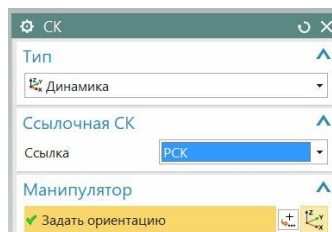
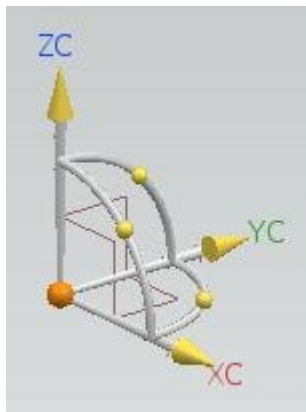

рис.7
рис.8
- Способ ориентации **Динамика** (рис.7) сразу же устанавливает на изображение РСК специальную триаду желтых, объемных осей и дуг (рис.8). Если вы «зацепите» курсором стрелку какой-либо оси, или шарик какой-либо дуги, и переместите при этом мышь с нажатой левой кнопкой, то РСК соответственно переместится, или повернется. Таким способом вы можете произвольно ориентировать РСК.
- **ДОПОЛНЕНИЕ:** чтобы все работало так, как это описано выше (чтобы триада желтых осей сразу устанавливалась на РСК), нужно, чтобы в окошке *Ссылка* (рис.7) стояла опция **РСК!** Тогда триада динамических осей и дуг сразу “прыгнет” на РСК.